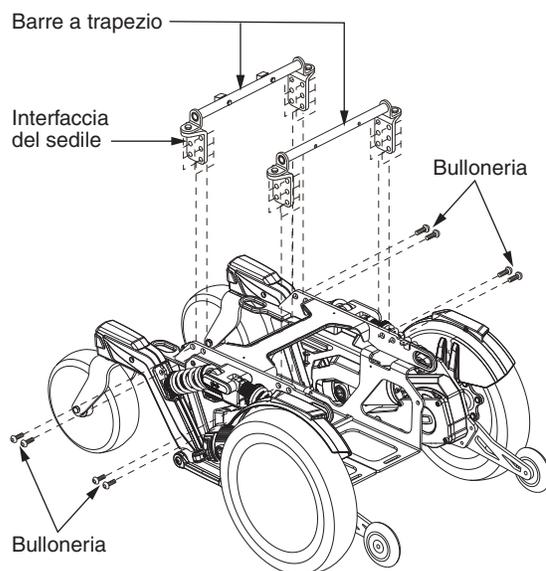

Figura 10. Regolazione dell'altezza/angolazione del sedile
7. Rimuovere i morsetti di fissaggio che uniscono le barre a trapezio ai pali del sedile. Vedere figura 10.